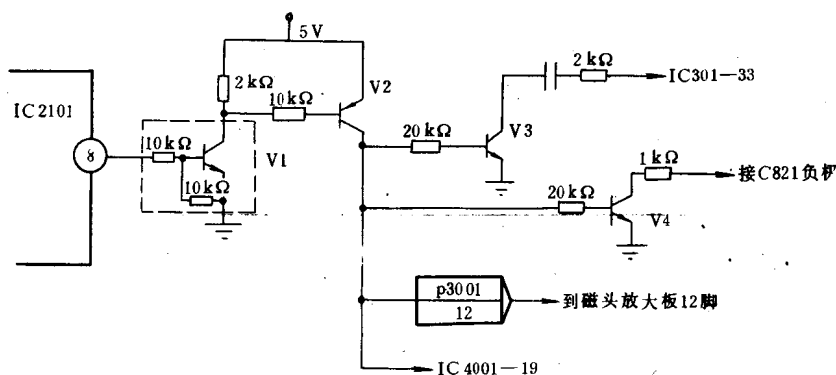
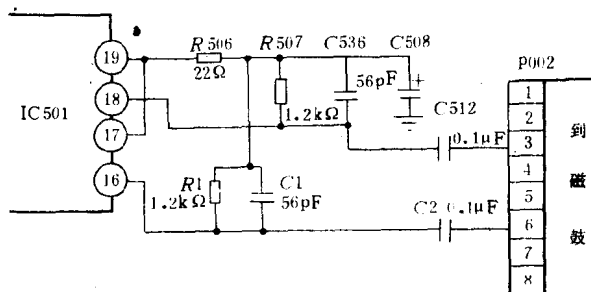
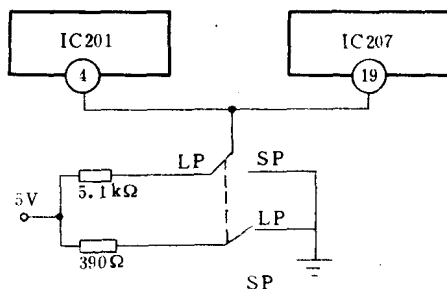

图 1-1 NV-G33 LP/SP 控制电路的改装
图 1-2 NV-G33 磁头放大电路的改装
图 1-3 NV-G10 LP/SP 改装的方法
答: (1) NV-G33 录像机是 4 磁头录像机, 其磁头的厚度与 NV-L15 录像机的磁头是一样的 ($35\mu\text{m}$ 、 $49\mu\text{m}$)。对磁头放大电路、亮度/色度电路、音频电路及伺服电路稍加改动便可恢复其 LP 功能, 首先将伺服电路中 IC2101 的 8 脚送出的 LP 控制信号倒相放大, 如图 1-1 所示, 从 V2 集电极送出的 LP 高电平分别加到音频电路 IC4001 的 19 脚、磁头放大器电路插头 P3001 的 12 脚、亮度色度板的 23 脚。附加的 V1、V3 及 V4 管型号为 UN2212 (可用国产的 3DG4 代用), V2 管型号为 UN2113 (可用国产的 3CK2 代用)。V3 的集电极输出信号加到亮度/色度板上 IC301 的 33 脚, V4 集电极输出信号加到亮度色度板上 C821 的负极 (经 C821 将 LP 控制信号加到 IC801 的 26 脚)。然后拆下磁头放大板, 将插头 P002 的 6 脚对地的短路线去掉, 参照图 1-2。附加 R1 为 $1.2\text{k}\Omega$; C1 为 56pF ; C2 为 $0.1\mu\text{F}$ 。将 IC501 的 16 脚经 C2 接到 P002 的 6 脚, C1R1 并联一端接 IC501 的 16 脚, 另一端接 C508 的正极。最后在主印制板上找到 IC4001 的 21 脚, 接 $0.027\mu\text{F}$ 电容到 L4001 与 R4006 的连接点上, 在 IC4001 的 3 脚与 R4002 及 C4015 的结点之间跨接电容 $0.027\mu\text{F}$ 。经以上改动后该机具有 LP 方式, 在 LP 方式记录和重放效果均好。
(2) NV-450 录像机有三个视频磁头, 磁头的厚度为 $70\mu\text{m}$, 改装 LP 功能的同时应更换 NV-L15 或 NV-G33 使用的视频磁头, 否则在 LP 方式重放图像会出现网纹干扰。在 NV-450 录像机电路设计中已经在系统控制电路、伺服电路中设置了完整的 LP 与 SP 转换电路, 但没有 LP/SP 识别电路, 故要在遥控小盒上加上一 LP/SP 选择开关。拆下遥控器外壳, 电路板下面有 4 个按键, 从左数第 3 个是 LP/SP 转换按键, 在该按键相对立的面板上开一孔, 按键上放一个导电橡胶做的按钮。按一次该键录像机的重放速度改变一次, 按二次即可复原。
(3) NV-G10 录像机改装 LP 功能时首先将伺服电路板上的伺服电路 IC207 (MN6187VA-H) 的 19 脚的焊锡吸光, 让该脚与印制板不联接, 然后用一根短接线将 IC207 的 19 脚与 IC201 的 4 脚联接, 再从 IC201 的 4 脚处接 $5.1\text{k}\Omega$ 电阻到最近的 5V 供电电源上。这样该机的重放速度即可变慢, 实现了 LP 功能, 为了能选择该机的重放速度可以加装一个双刀双掷开关, 如图 1-3 所示, 当 IC201 的 19 脚为高电平时, 为 LP 方式, 当 19 脚为零电压时为 SP 方式。为了提高